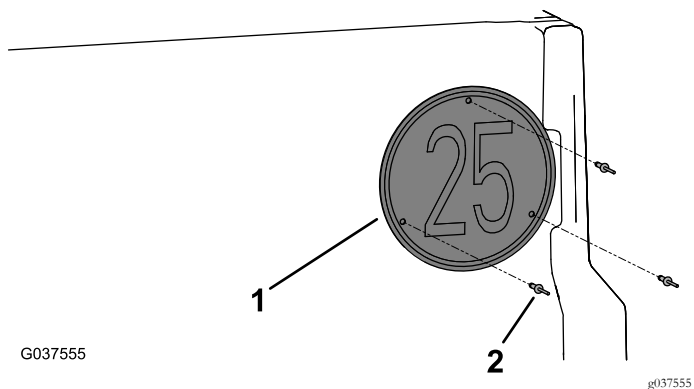

Figura 15
4. Instale a placa de velocidade na porta traseira utilizando três rebites cegos (3/16" x 29/32") como se mostra na Figura 15.